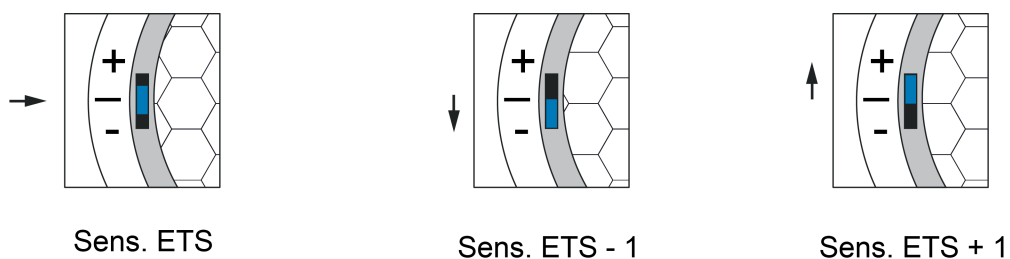

Bild 13: Einstellbereiche des Empfindlichkeitseinstellers am Gerät (-1 <-> 0 <-> +1)
- (4) Programmier Taste (rot)
- (7) Einsteller zur manuellen Empfindlichkeitskorrektur (blau)
Die Empfindlichkeit der Bewegungserfassung, die ein Maß für die Reichweite der PIR-Auswertung ist, kann getrennt für die PIR-Sektoren A, B und C in der ETS parametrierbar werden und ist darüber hinaus vor Ort am Gerät nach der Inbetriebnahme veränderbar. Hierzu verfügt das Gerät über den Einsteller (7), der das Verändern der parametrierbaren Empfindlichkeitseinstellung aller PIR-Sektoren ermöglicht. Die Empfindlichkeit kann durch den blauen Schalter um maximal eine Stufe verringert oder erhöht werden (Bild 13).